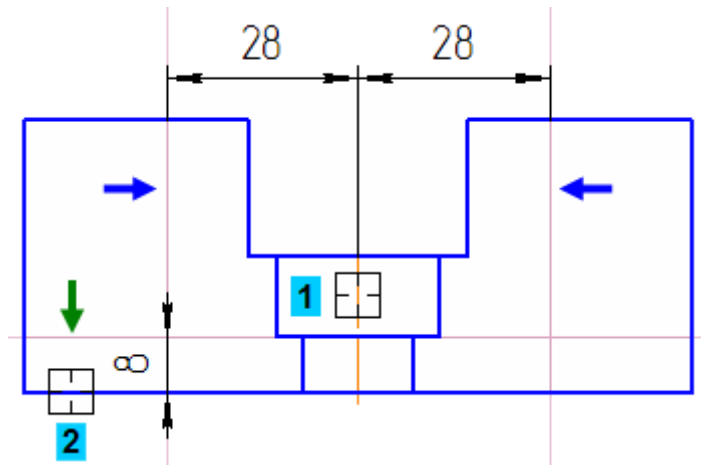

Рисунок 21.
- Постройте вспомогательную прямую, параллельную нижнему отрезку детали на расстоянии 8 мм (курсор 2 и зеленая стрелка) (рис. 21).